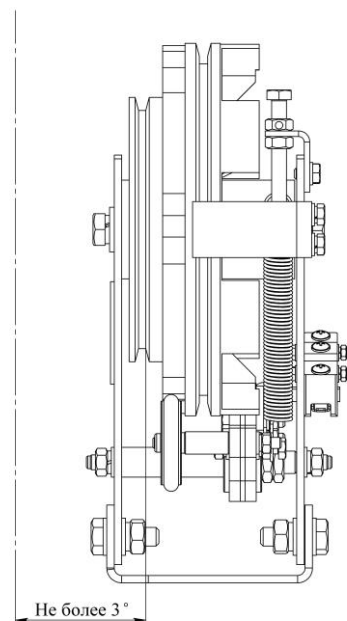

Рис.3
1. Установить ограничитель скорости с подставкой над окнами так, чтобы точка сбега каната с большого шкива и точка закрепления каната к рычагу механизма включения ловителей на кабине находились на одной вертикальной линии с отклонением не более 5 мм. Так же при установке ограничителя скорости необходимо, чтобы угол между осью шкива и вертикалью был не более 3° (рис. 3);
**Внимание! Отклонение вертикальной оси шкива от вертикали должен быть не более 3° (Рис.3)** в противном случае канавка ограничителя скорости будет изнашиваться не симметрично, что приведет к уменьшению силы трения шкива с канатом ограничителя скорости (возможна недостаточность силы сцепления каната со шкивом ограничителя скорости для приведения в действия ловителей при срабатывании ограничителя скорости). Также возможен выход из строя самого ограничителя скорости из-за нерегламентированных нагрузок в процессе работы.